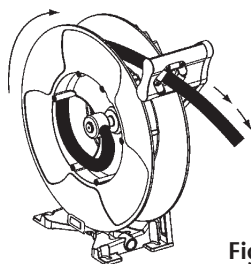

Fig. 15
- Pull the hose out and let the hose get latched (Fig. 15).
- Tirar de la manguera hasta que quede trincada en el enrollador (Fig. 15).